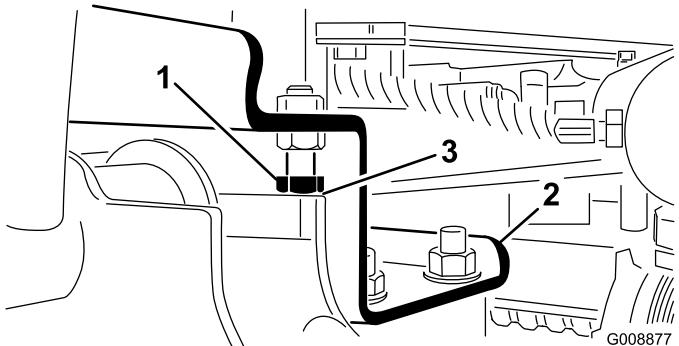

Figura 11
- A. Allentate i bulloni di arresto (Figura 11).
2. Verificate che il gioco tra ciascun braccio di sollevamento e il bullone di arresto sia di 0,13 a 1,02 mm (Figura 11). Se il gioco non rientra in questo campo, regolate il gioco dei bulloni di arresto.